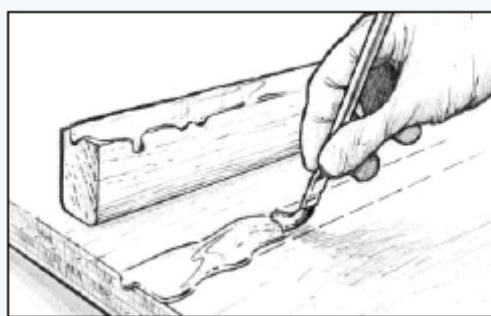

Рис. 9. Нанесите смесь полимера/отвердителя на склеиваемые поверхности.
1. Нанесите смесь смолы и отвердителя на склеиваемые поверхности (Рисунок 9). Это этап называется "пропиткой" или "грунтовкой" склеиваемых поверхностей. Эпоксидная смола наносится с помощью одноразовой кисти (при работе на узких или труднодоступных участках); большие участки лучше пропитывать поролоновым валиком, или распределять смолу по поверхности пластиковым шпателем. Можете сразу же переходить ко второму этапу, или до того момента, когда пропиточный слой перестанет быть липким.